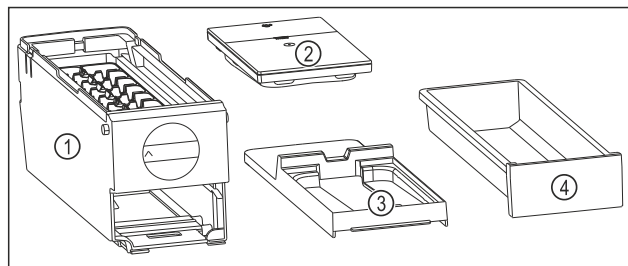

Fig. 78 Dele af EasyTwist-Ice
- ▷ EasyTwist-Ice er adskilt i fire dele. (se Fig. 78)
- EasyTwist-Ice må kun adskilles i de afbildede dele. (se Fig. 78)
- Rengør EasyTwist-Ice-legemet Fig. 78 (1) som en helhed.